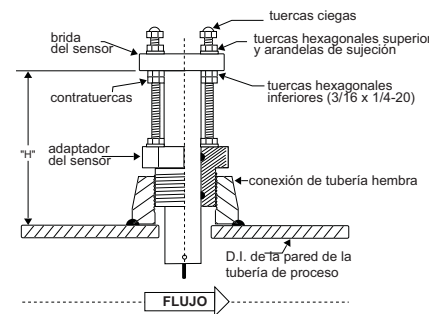

Fig. 7
- Roscar las tuercas hexagonales superiores con arandelas de sujeción hasta que hagan contacto con la brida del sensor; apretarlas. Verificar que la dimensión "H" esté correcta, y reajustarla si es necesario (fig. 7).